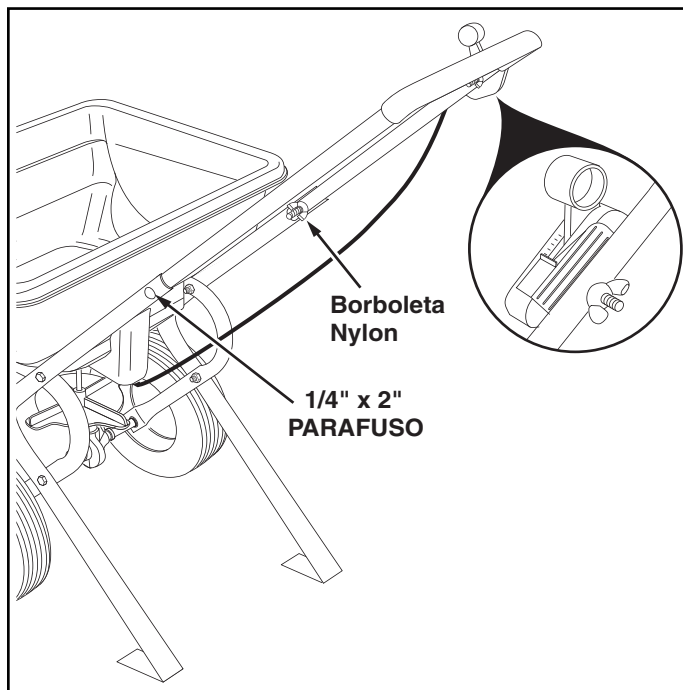

FIGURA 1
- Instale o tubo do cabo de empurrar com o tubo dos pés usando dois parafusos de 1/4" x 2" e as porcas de asas (borboletas) de nylon. Veja FIGURA 1.
- Fixe o cabo de controle com o tubo da máquina usando um parafuso de 1/4" x 2" e uma porca de asas (borboleta). Veja FIGURA 1.
- Para uma aplicação mais fácil, aplique o produto através das laterais mais curtas dos gramados primeiro, fazendo duas tiras "encabeçando" a área de giro, e então aplique entre as duas tiras. Veja FIGURA 1.